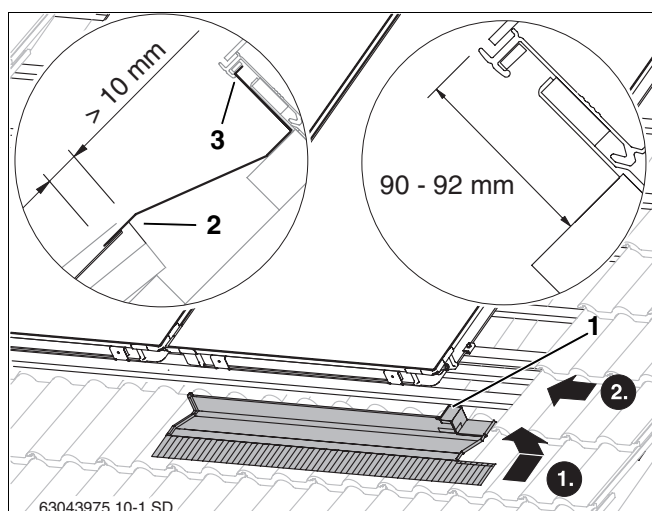
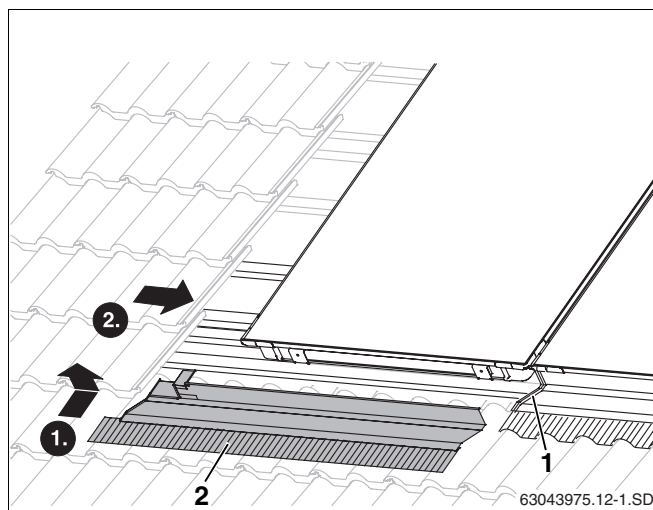

Fig. 44 Tôle de recouvrement droite en bas
Fig. 47 Montage de la tôle de recouvrement gauche inférieure
- Insérer le bord supérieur de la tôle de recouvrement droite dans la rainure latérale du capteur (fig. 44, **pos. 3**).
- Placer la tôle contre le capteur de manière à ce que le bord droit court (fig. 44, **pos. 1**) s'encastre également en haut dans la rainure du capteur.
La tôle doit reposer sur la tuile sur mini. 10 mm (fig. 44, **pos. 2**).
- Poser la tôle de recouvrement gauche (fig. 47, **pos. 2**) sur la précédente et la monter comme la tôle droite (fig. 44).
Ne retirer le film de protection de la bande adhésive des tôles de recouvrement que lorsque toutes les tôles sont vissées (fig. 47, **pos. 1**).